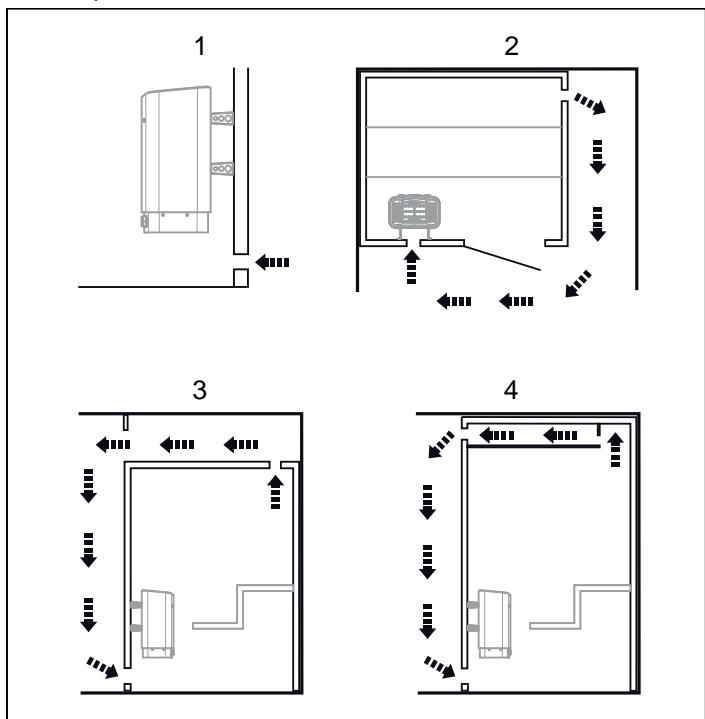

Fig. 7 : Emplacement des bouches d'entrée et de sortie d'air
- à la plus grande distance possible de la bouche d'entrée d'air, par exemple en diagonale (voir la figure 7).
- en hauteur sur la cloison ou au plafond (voir la figure 7).